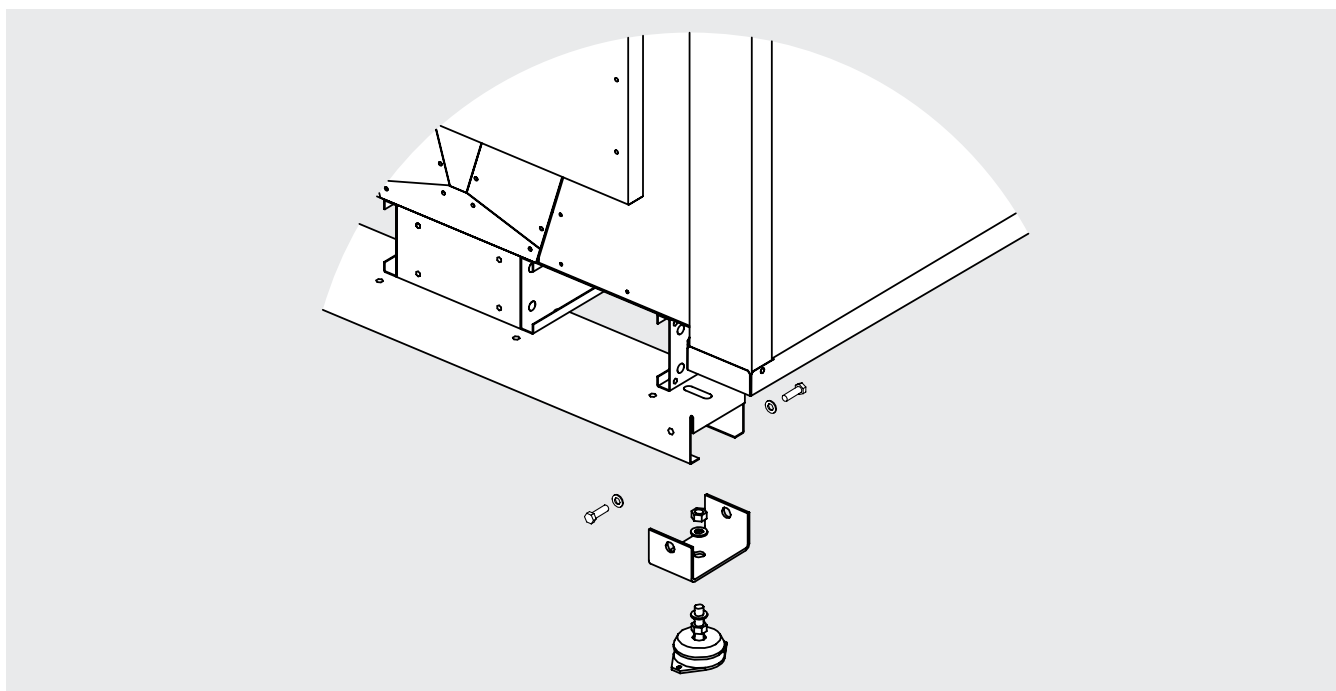

Figura 8
- 6.5 Il modello deve essere saldamente ancorato alla base d'appoggio, utilizzare tutti i punti di fissaggio. Per prevenire la trasmissione del rumore, impiegare eventualmente degli ammortizzatori. V. Figura 8.